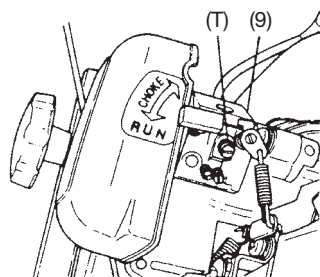

Fig. 6
5. Karburatorindstilling (Fig. 6)